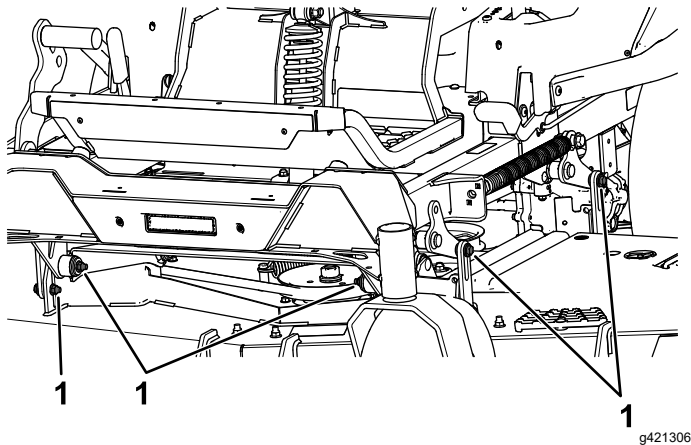

Figura 88
7. Retire y guarde los pernos y las tuercas de ambos lados de la máquina (Figura 88).